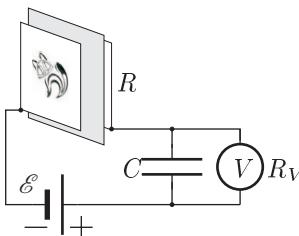

Рис. 7
3. Электрическое удельное сопротивление определяется по формуле $\rho = RS/d$. Попытавшись измерить сопротивление R напрямую, можно заметить, что оно больше, чем максимальный предел измерения мультиметра в режиме омметра (200 МОм). Поэтому для того, чтобы измерить сопротивление бумаги между пластинами, соберём измерительную схему (рис. 7).